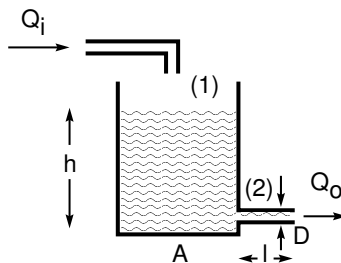

Figura 1: Proceso de Nivel de un tanque.
En el sistema de la figura 1 se distingue:
Donde el subíndice 1 y 2 indican los valores en los puntos (1) y (2) en la figura 1. La energía en este sistema particular está comprendida por la energía cinética  $K = \frac{1}{2}mv^2$  y  $\Phi = mgz$ , siendo  $z$  el nivel sobre la referencia.